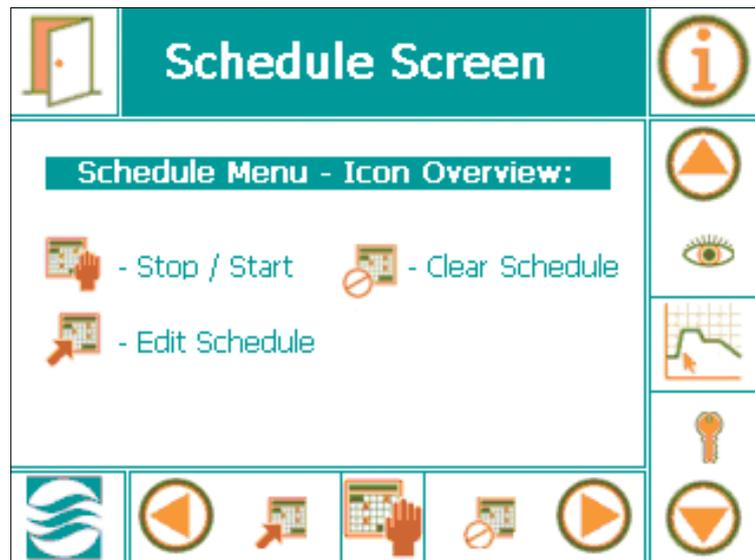

Figure 4-17 : Ecran Schedule (Séquence)
L'affichage revient ensuite à l'écran Schedule (Séquence) (figure 4-17). Il est maintenant possible de créer une nouvelle séquence selon la procédure du chapitre 4.4.1 : *Editer une séquence*.
- Pour afficher le statut de la séquence en cours, appuyez sur l'icône d'information de l'écran Schedule (Séquence) (figure 4-17 : Ecran Schedule [Séquence]).